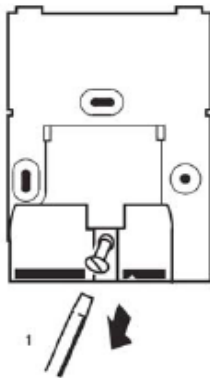
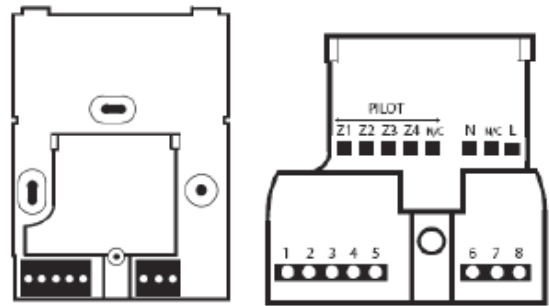

Fig.3
Fig.4
- Oddzielić podstawę, odkręcić dolną środkową śrubę umieszczoną w podstawie i zdjąć pokrywę, odsłaniając złącza elektryczne – patrz rys. 3(1) i rys. 4
- Podłączyć dwa przewody zasilające do odpowiednich zacisków – zerowego (6) i napięcia (8) w podstawie i załączyć przewód/-y sterowniczy/-e (1-4) – patrz rys. 4